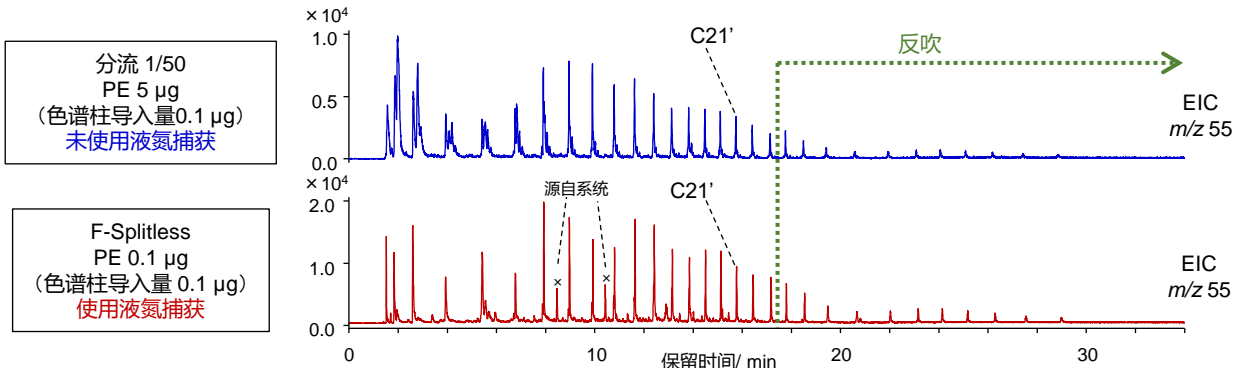

Fig. 3 各进样法得到的热解图的EIC.
**[结果]** 各进样法所得的热解图的提取离子流色谱图 (EIC, m/z 55) 如Fig.3所示。通过F-Splitless进样法测定时柱导入量为0.1 μg 相比较与分流进样法能得到的峰强度同等或者更强，因此可以认为F-Splitless进样法中样品全量导入到色谱柱。下一篇(PYA1-166)中将介绍，各进样法中的S/N相关的内容。